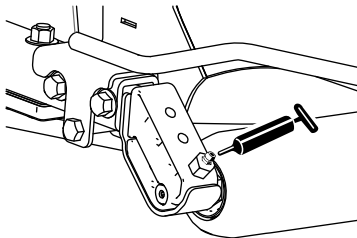

Figure 44
- 2 (par unité de coupe) roulements de rouleau arrière (Figure 44)